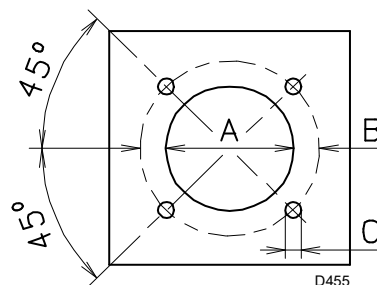

Рис. 12
Просверлите отверстия в плите, закрывающей камеру сгорания, как показано на Рис. 12 (Табл. LТабл. L). Положение резьбовых отверстий можно разметить с помощью теплового экрана из комплекта горелки.
- Вставьте горелку в ранее подготовленное отверстие котла (Рис. 12) и закрепите ее при помощи винтов из комплекта поставки.